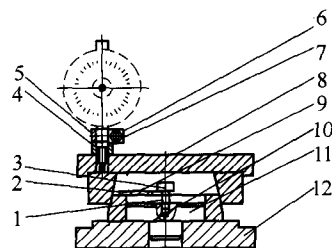
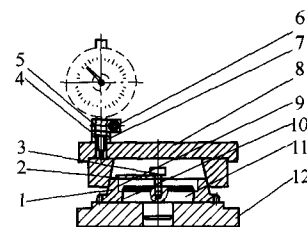

图 2
图 3
的设计要复杂一些,该检具的设计如图2所示,由底座、心轴、锥度环规、对表样件、平板、衬套、支承套、表夹子、压板、菱形头锁紧螺钉、弹簧、内六角圆柱头螺钉、百分表(根据实际情况可选用千分表)组成。
①将检具置于工作台,按图2所示用对表样件进行对表,平动旋转检具体(平板带百分表)一周,记下读数,并调整百分表到零位。②将对表样件换成工件(见图3),进行一周检测。